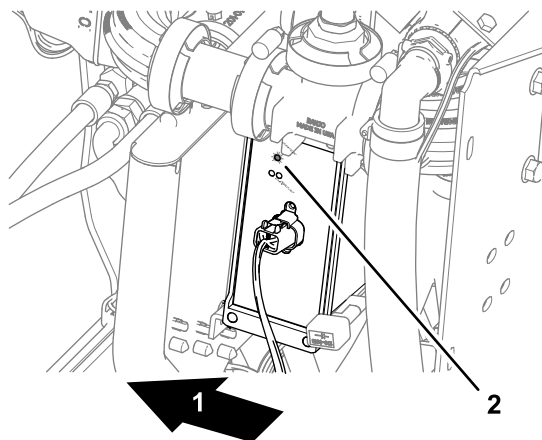

Figura 234
- Controlador automático de secção —o indicador ESTADO acende (Figura 234)